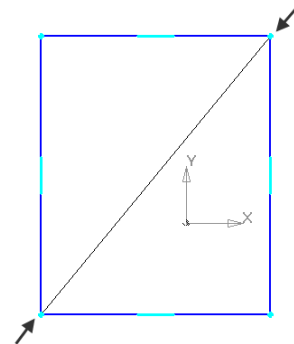

Рис. 2.10. Побудова діагоналі прямокутника
- б) вказати **одну** вершину прямокутника (рис. 2.10);
- в) вказати **другу** вершину прямокутника (рис. 2.10);